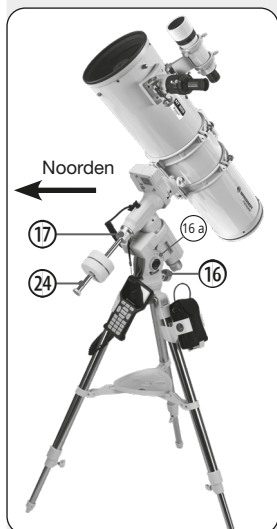

Fig. 24: Parallactische basispositie (zijaanzicht)
1. Maak de RA-klemming (17) los. Zwenk de buis totdat de contragewichtstang recht naar de grond wijst (Fig. 24).